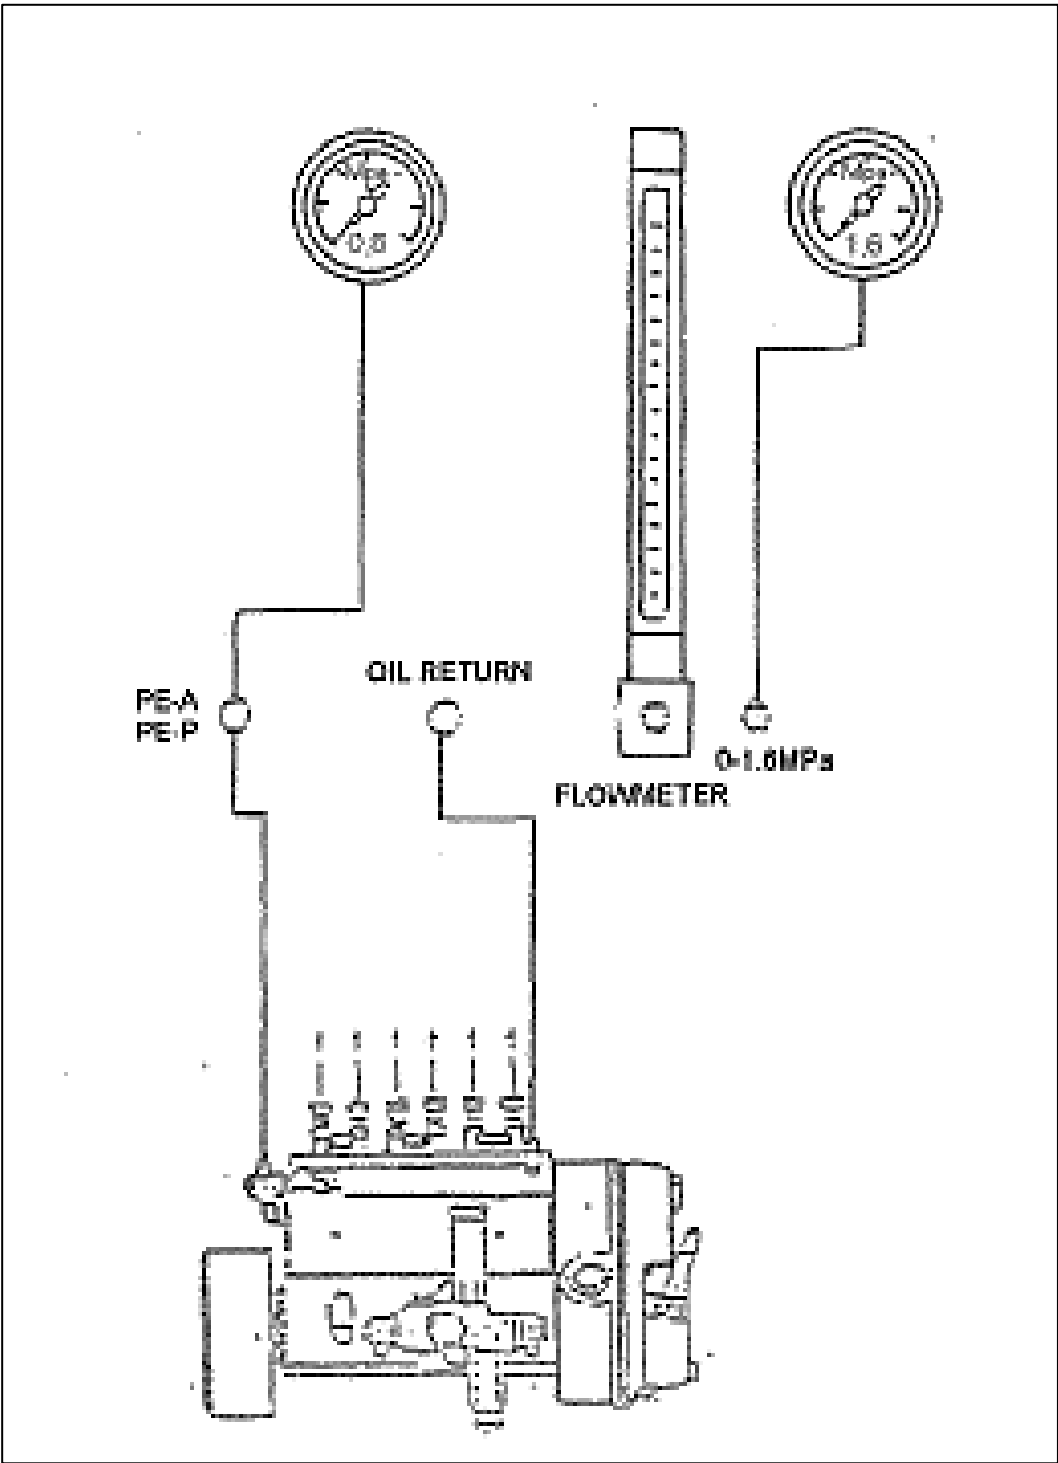

Figura. 30 Diagrama de conexión de bombas lineales
1. Diagrama de conexión de bombas lineales (figura 30)